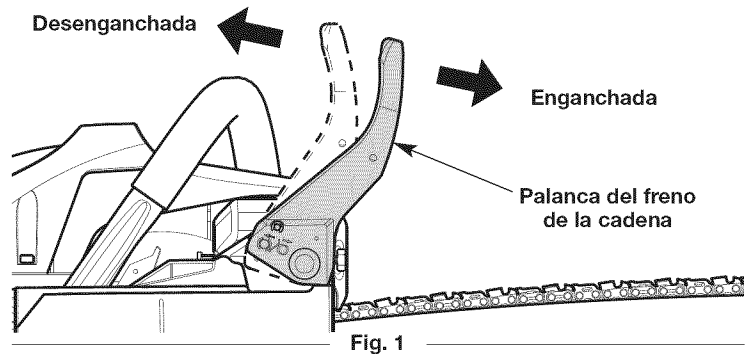

Fig. 1
2. Compruebe que la palanca del freno de la cadena esté en la posición desenganchada (Fig.1).
4. Mientras la unidad está funcionando, apriete el control del acelerador hasta una aceleración de 1/3 y luego enganche el freno de la cadena empujando la palanca del freno de la cadena hacia adelante con la mano izquierda (Fig. 1). La cadena debe detener su movimiento repentinamente.